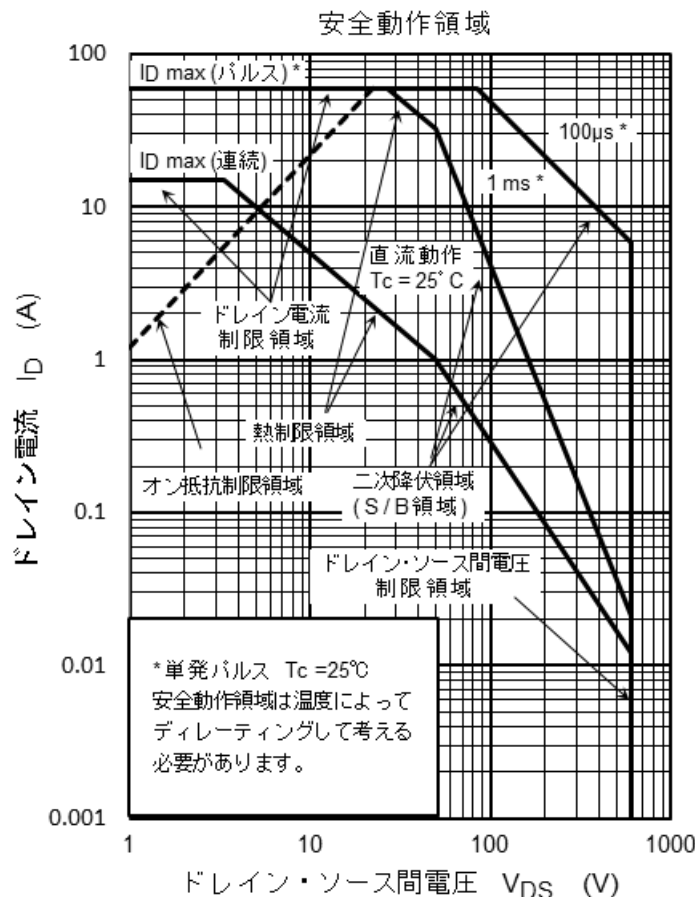
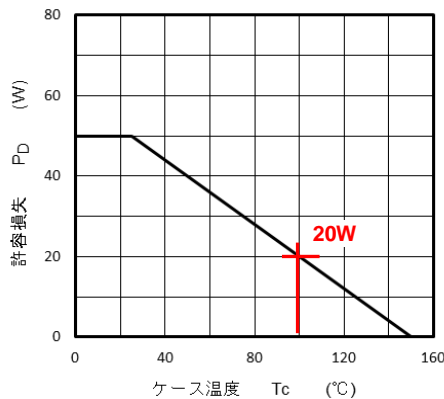
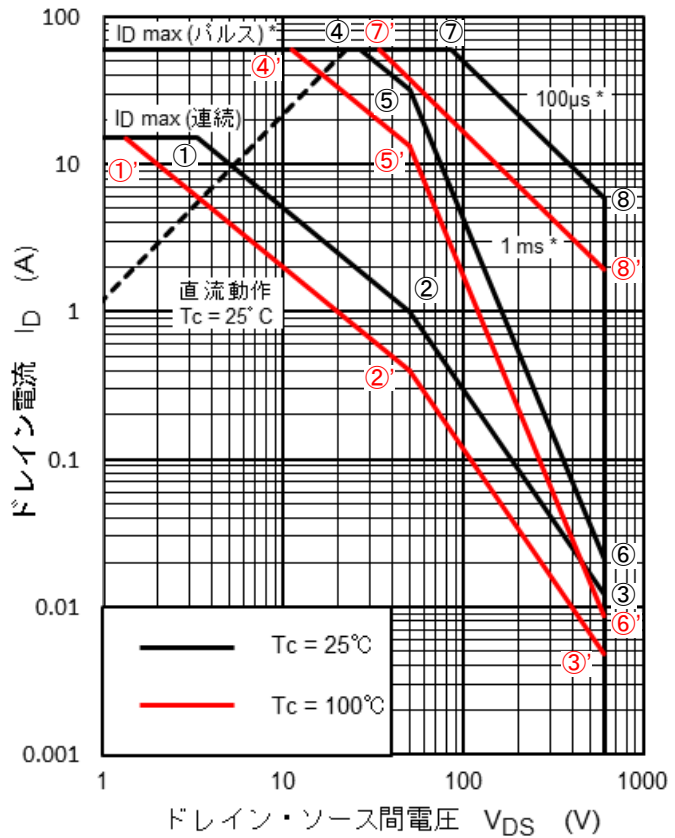

図 2.1 MOSFET の安全動作領域 (SOA)
図 3.1 $P_D - T_c$ 特性
図 3.2 SOA の温度デレーティング
図 2.1 の SOA にて $T_c = 100^\circ\text{C}$ のときのデレーティングを考慮した P_D を求めます。図 3.1 は $P_D - T_c$ 特性でデレーティング時の P_D は(3-1)式で与えられます。 $T_c = 100^\circ\text{C}$ の時の P_D は 20 W になります。なお、(3-1)式は熱制限領域に適用されます。
図 3.2 にて、 $T_c = 25^\circ\text{C}$ 時には①と②は熱制限領域であるため、 $P_D(\max) = 50\text{ W}$ ($V_{DS} \times I_D = 50\text{ W}$) の等電力線上にあり、 $T_c = 100^\circ\text{C}$ 時には図 3.1 から求めた 20 W の等電力線のラインにデレーティングされます。①' と ②' のポイントは①の V_{DS} 、②の I_D を(3-2)式よりそれぞれ 40 %にデレーティングし、(3-3)式と(3-4)式から求めることができます。